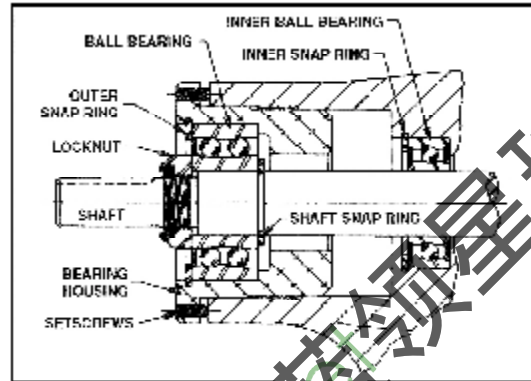
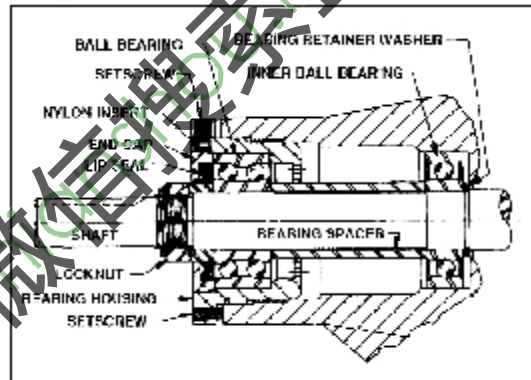

Figure 22 - Thrust-Bearing assembly (GG, HJ, HL)
Figure 23 - Thrust-Bearing assembly (AS, AK, AL)
(1) 在头部和壳体做好标记以确保重新装配时正确位置。泵头部的偏置的连接销必须朝上且连接口之间保持相同的距离以使适当的流体通过泵体。
(2) 拆开头部的螺钉。
(3) 移开的时候使泵的头部向后倾斜, 防止连接轮从销中跌落。
(4) 把连接销和衬套一起取掉。如果衬套需要更换的话, 见石墨衬套的安装。
(5) 在开孔和旋转齿轮之间插入一根铜条或一块硬木防止轴的转动。逆时针转动锁紧螺钉并取出螺钉。见图 22 或 23。
(6) 松开轴承座前面的两个螺钉, 把轴承逆时针转动后一起从外壳中取下。
(7) GG, HJ, HL: 从轴上取下紧压弹簧, 见图 22。 AS, AK, AL: 从轴上取下轴套, 见图 23。
GG,HJ,HL:从轴承座里取出弹性挡圈和滚珠轴承。见图 22。
AS,AK,AL: 松开法兰外圈上的两个固定螺钉。逆时针旋转内六角螺钉和唇封并取下它们,然后取出滚珠轴承。见图 23。
(12) GG HJ HL: 在轴槽内装上轴弹性挡环。见图22。
AS,AK,AL: 在轴上安装轴承垫片。靠着单排滚珠轴承。见图23。
(13) 在内轴承和双排滚珠轴承之间的润滑腔内装上约1/2的多用途的NLGI #2 润滑脂。止推轴承组件将会占用另外一半的空间。见图22和图23。
(14) 在双排滚珠轴承中装上多用途的NLGI # 2 润滑脂。
GG,HJ,HL: 把轴承安装到轴承座内,背面面向轴末端轮毂。见图22,安装一弹性挡环来限制滚珠轴承。弹性挡环有一楔形边缘卡在轴承座内的楔形槽内。楔形边缘远离滚珠轴承。
并且把它们装到轴承座里,拧紧固定螺钉。见图23。
见图22和23